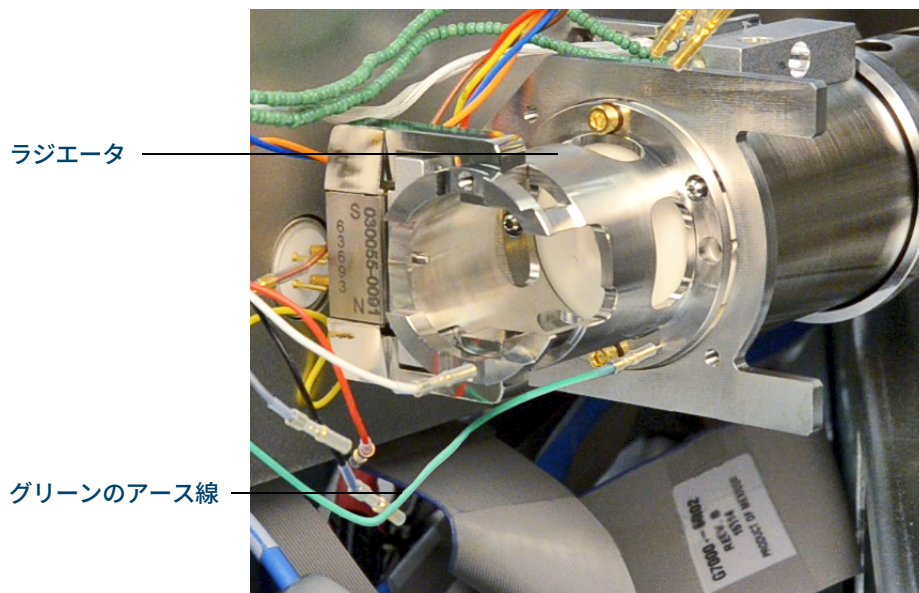

図 73 CI イオン源ラジエータ
- 2 グリーンのアース線をラジエータから外します (図 73 を参照してください)。